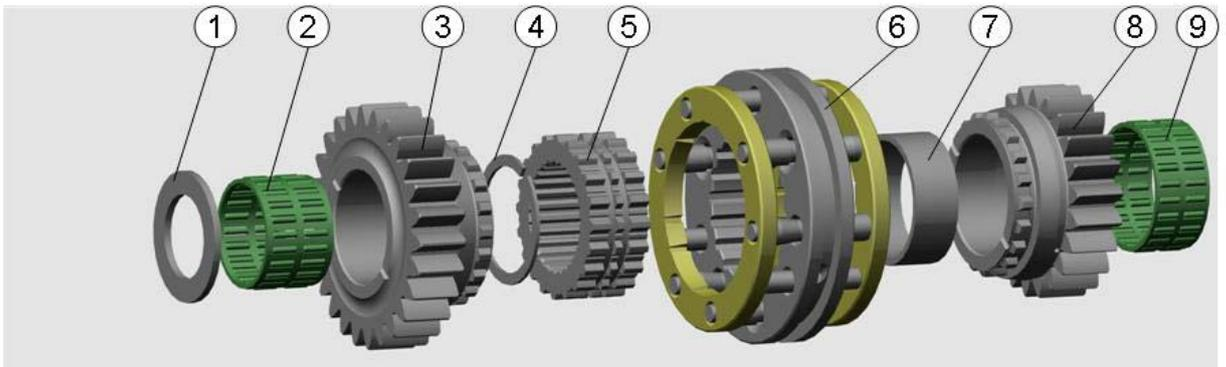

Рисунок 4.38
4.1) снимите шайбу (1) (рисунок 4.38), шестерню (3), подшипник (2), синхронизатор (6);